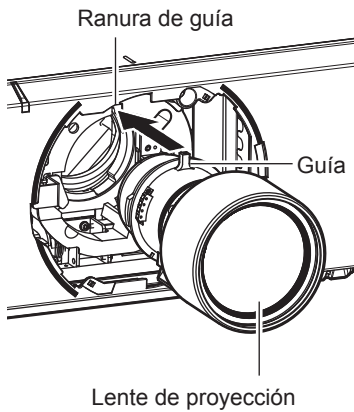

Figura 1
- 1) Retire la cubierta de la base de la lente y alinee la guía de la lente de proyección con la ranura de guía del proyector e insértela hasta el fondo. (Figura 1)